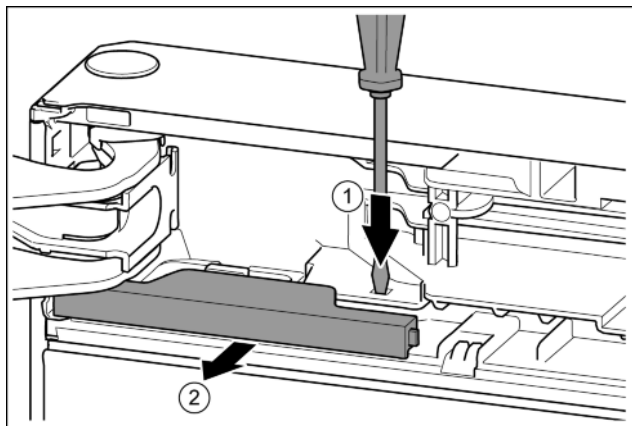

Fig. 11
- Con un cacciavite spingere la linguetta. *Fig. 11 (1)*
- Estrarre la copertura dal bloccaggio. *Fig. 11 (2)*